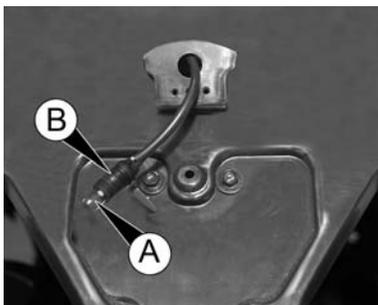

fig. 7
- détachez la lampe A fig. 7 de la douille B.
- remplacez la lampe détériorée et rebranchez la nouvelle lampe à la douille B fig. 7, en vérifiant qu'elle est bien introduite ;